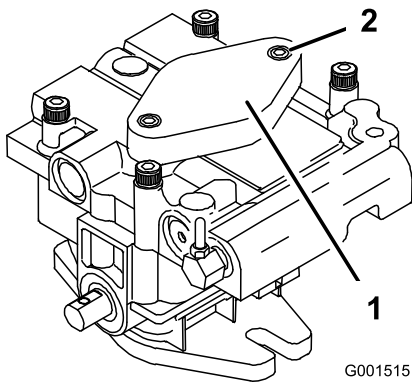

Bild 44
- B. Lösen Sie zwei Sechskantkopfschrauben (Bild 44) nur um 1,5 Umdrehungen.